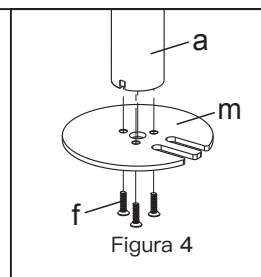

Figura 4
1. Installare la piastra di base del passacavo (m) sul polo (a) utilizzando 3 viti M5x14 (f) e serrare usando la chiave a brugola (o), vedere la figura 4.
2. Posizionare l'asta (a) sulla superficie di montaggio e fissarla usando la piastra di supporto (j), la rondella M10 (k), la rondella elastica (l) e il bullone M10 (i). Fissare il bullone M10 utilizzando la chiave fornita (p), vedere la Figura 4.